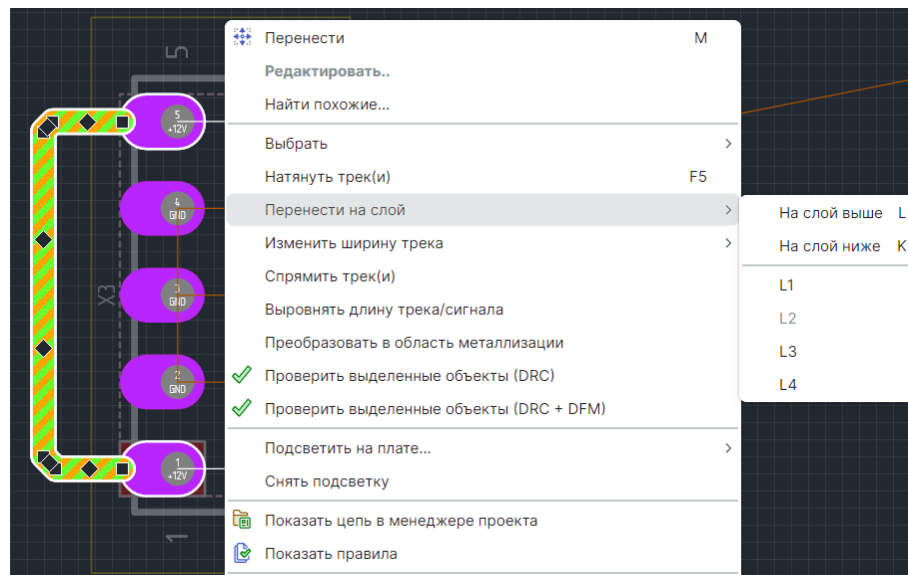

Рис. 243 Перенос трека (сегмента трека) на слой выше/ниже
2. В контекстном меню выберите пункт «Переместить трек на слой выше/ниже» или выберите подходящий слой из списка всех проводящих слоев текущей платы (слой, на котором размещен трек (сегмент трека) отображается серым цветом), см. Рис. 243.